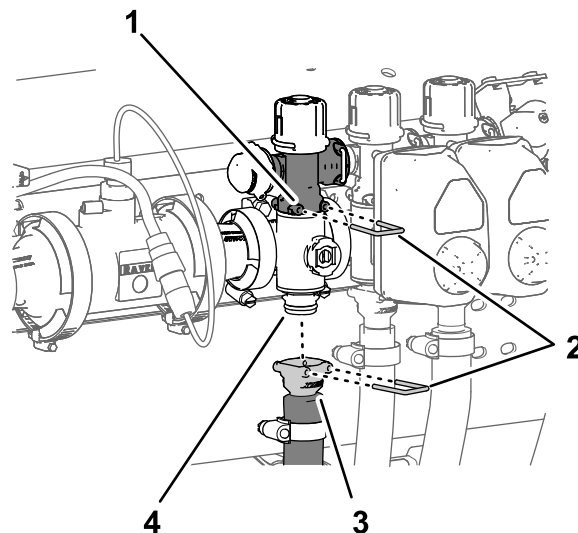

图 116
- 拆下将喷洒臂段旁通阀快速连接耦合器固定至喷洒臂段歧管阀上的快速连接销图 116。
- 拆下将喷洒臂段供水软管快速连接耦合器固定至喷洒臂段歧管阀上的快速连接销图 116。